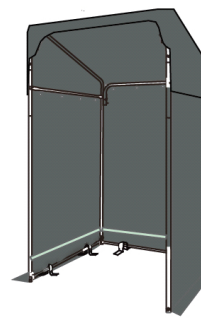

Fig. 4-2
- c. Glisser soigneusement la toile supérieure sur la structure tel qu'indiqué dans la fig. 4-2, en la maintenant centrée, puis l'attacher à la structure.
- Carefully slide the top cover over the frame as shown in Fig. 4-2, keeping it centered on the frame, then tie it to the frame.